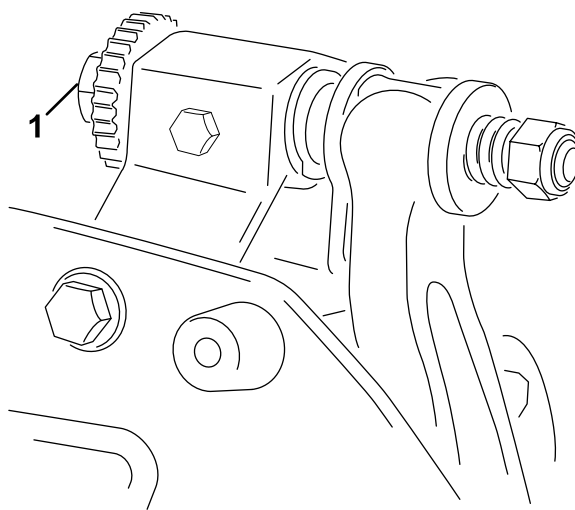

图 6
- A. 顺时针旋转底刀架调节螺丝 图 6 一次调整一格直到感觉并听到轻微的接触。
6. 向右转动底刀架调节螺栓 图 6 通过左右滑动薄垫片直至感到薄垫片上存在轻微的压力。取出薄垫片。